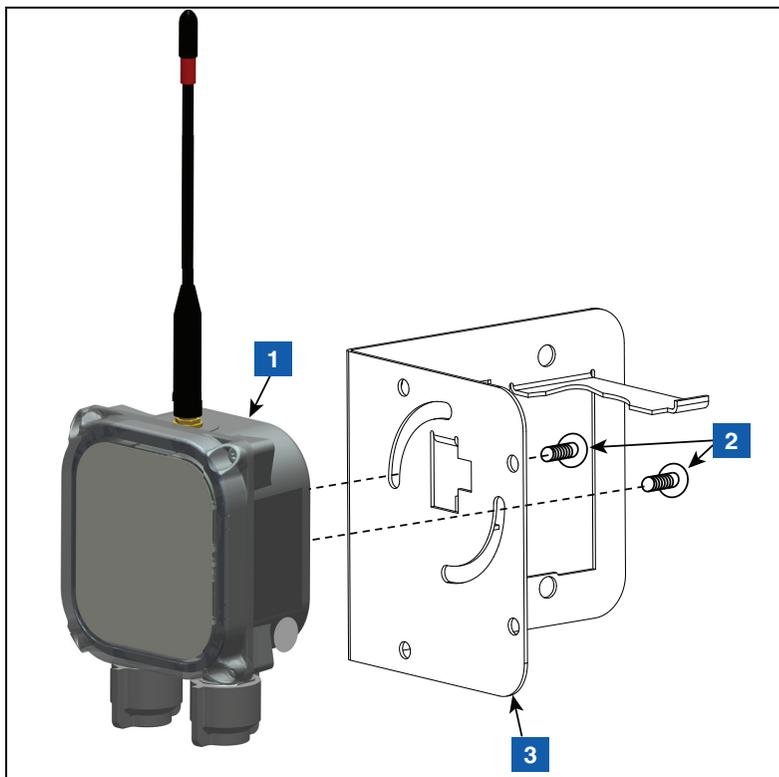

Figure 30. Fixation du transmetteur au support 332295-001
3. Fixez le transmetteur au support comme illustré à la Figure 30.
LÉGENDE DE LA FIGURE 30